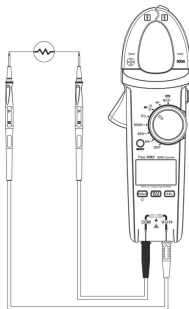

Рис. 8. Измерение сопротивления
7.5. Измерение сопротивления (см. рис. 8)